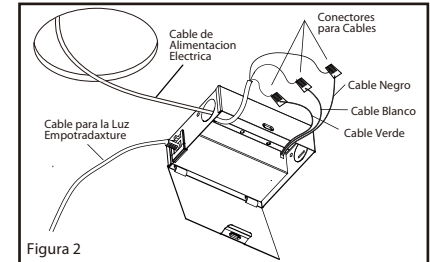

Figura 2
3. Abra la tapa de la caja de cableado y retire el agujero ciego apropiado, inserte el cable de suministro eléctrico a través del agujero ciego. Usa los conectores para cables para conectar el cable blanco de alimentación eléctrica con el cable negro de la caja de conexiones. Haga que coincida con el cable negro de la alimentación eléctrica se conecta con los conectores para cables con el cable negro de la caja de conexiones. Y haga que coincide el cable de cobre de la alimentación eléctrica con el cable verde de la caja de conexiones. (Figura 2)